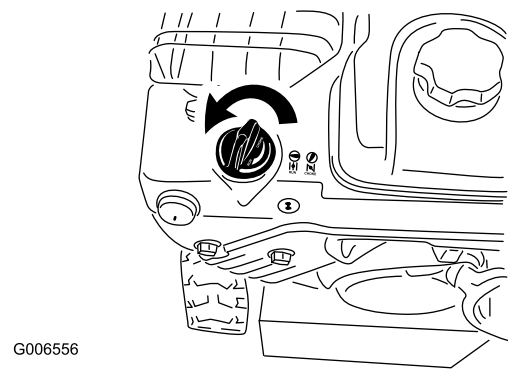

Bild 21
5. Drehen Sie den Choke auf Choke-Stellung (Bild 21).